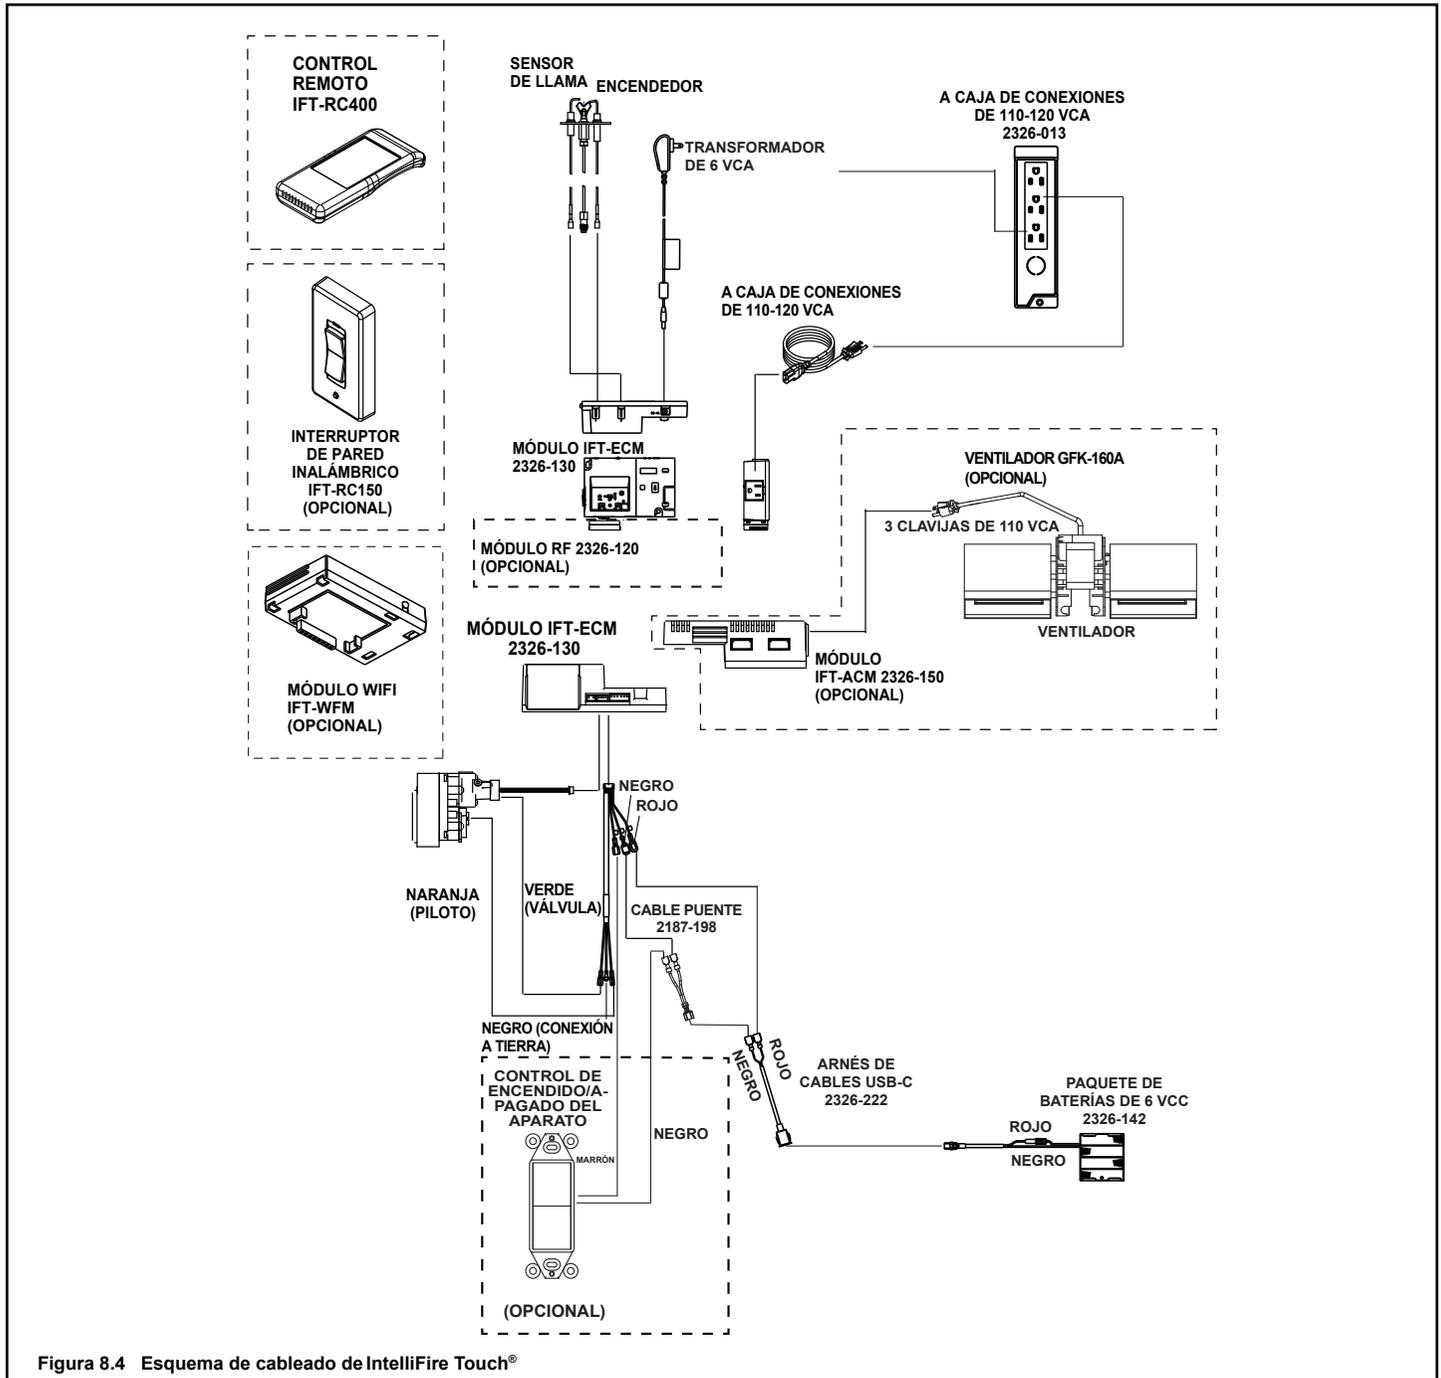

Figura 8.4 Esquema de cableado de IntelliFire Touch®
- Consulte la Figura 8.4, Esquema de cableado de IntelliFire Touch.
- Instale y conecte el ventilador según las instrucciones enviadas con el ventilador. En la Figura 8.4, también se muestran detalles adicionales.